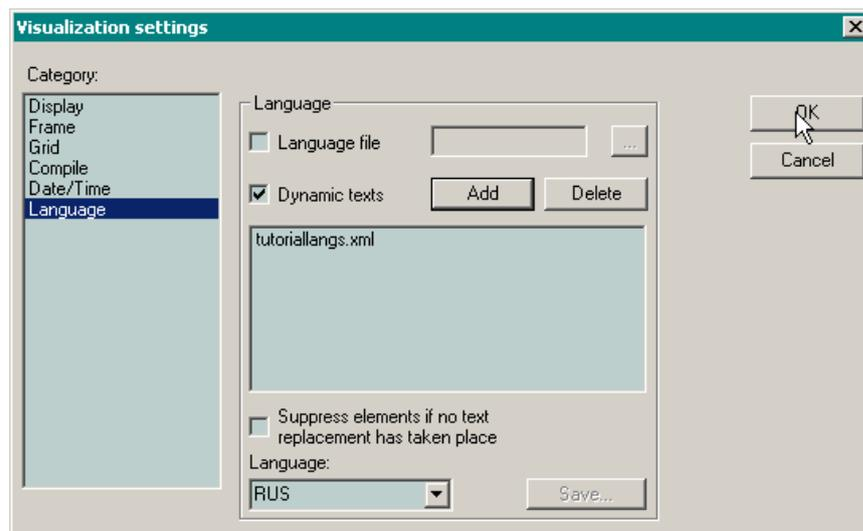

Рис. 66. Диалоговая панель **Visualization settings**, категория **Language** после подключения файла динамического текста
3. Выберите категорию свойств **Language**, отметьте флажок **Dynamic texts**, нажмите кнопку **Add** и выберите файл динамического текста TutorLangs.xml, созданный в п. 9.4.5.2. Имя файла появится в списке подключенных файлов динамического текста под флажком **Dynamic texts**, а выпадающий список **Language**, расположенный в нижней части диалоговой панели, будет содержать название языка, заданного тегом **default-language** в секции заголовка подключенного файла динамического текста. Содержимое диалоговой панели **Visualization settings** после подключения файла динамического текста показано на рис. 66.